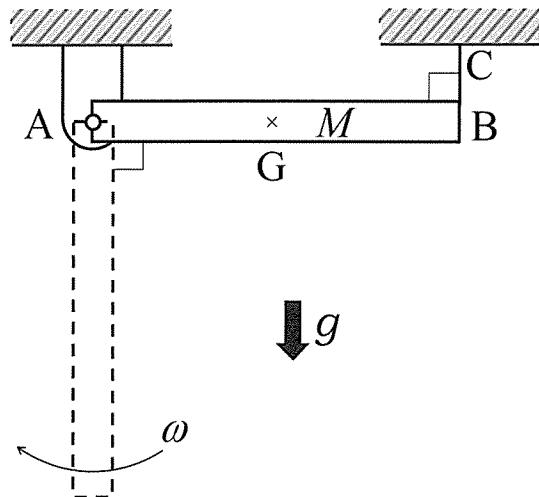

図1
I 図1に示すように、長さ L 、質量 M の細長い一様な剛体棒ABが端点Aでピン支持されている。剛体棒ABは端点Bで水平方向に対して直角につながれた糸BCによって水平状態にある。このとき、次の(1)～(7)の問い合わせについて答えよ。ただし、重力加速度を g 、剛体棒ABの重心Gに関する慣性モーメントは $I_G = ML^2/12$ で与えられる。
- (1) ピン支持点Aに関する剛体棒ABの慣性モーメント I_A を、 M 、 L を用いて示せ。
- (2) 図1の実線に示すように剛体棒ABが平衡状態にあるとき、糸BCの張力 T を、 M 、 g を用いて示せ。
- (3) 糸を静かに切り離した後、剛体棒ABは回転運動を始めた。剛体棒ABが 90° 回転し図1の点線の位置に到達した。このときの剛体棒ABの回転角速度 ω を、 M 、 g 、 L 、 I_A を用いて示せ。